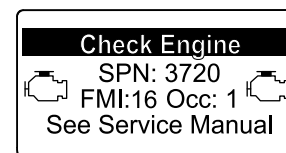

Figura 75
- Advertencia del motor SPN 3720, FMI 16 (Figura 75)